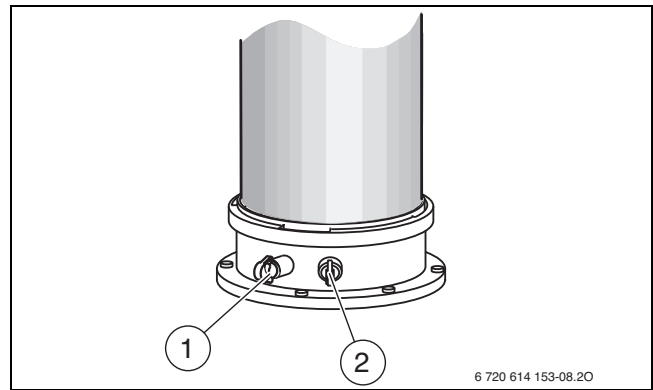

Fig. 42 Buse de mesure des fumées et de l'air de combustion
- ▶ Retirer le bouchon de la buse de mesure des fumées [1] (→ fig. 42).